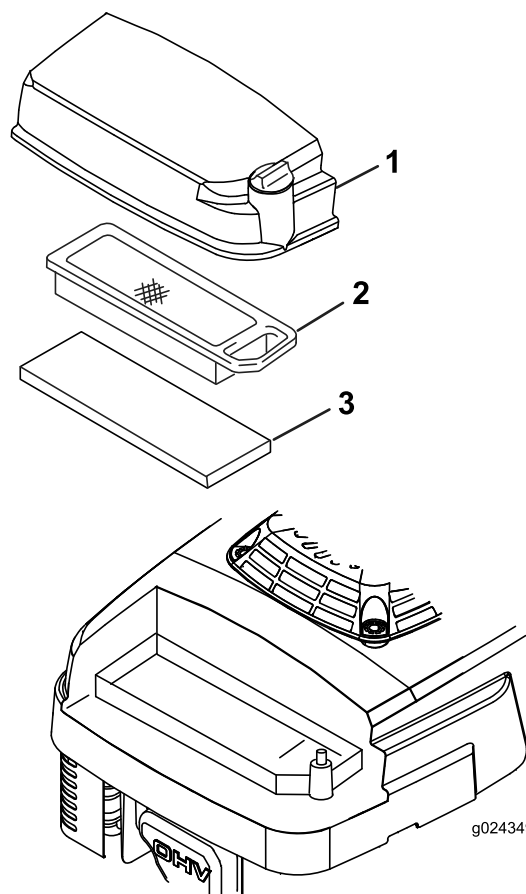

Figura 20
3. Slăbiți urubul de pe capacul filtrului de aer (Figura 20).
5. Îndepărtați și verificați filtrul de aer din hârtie (Figura 20) și înlocuiți-l dacă este excesiv de murdar.
6. Îndepărtați prefiltrul din spumă (Figura 20) și spălați-l cu un detergent ușor și apă, apoi tergeți-l.